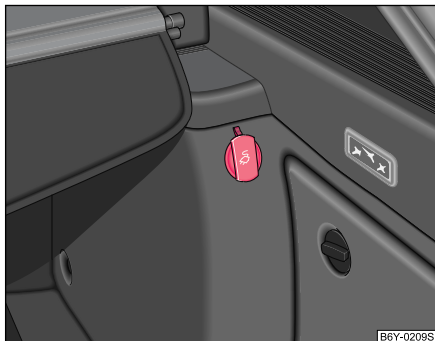

Abb. 68 Gepäckraum:
- Öffnen Sie die Steckdosenabdeckung ⇒ Abb. 68.